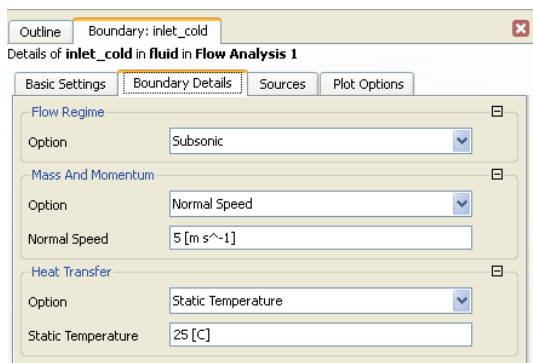

图 24-11 冷水入口端流体参数
2) 在 **Boundary Details** 标签下，设置 **Mass and Momentum** 下的 **Option** 为 **Normal Speed**，**Normal Speed** 的值为 $5[\text{m s}^{-1}]$ ，并设置 **Heat Transfer** 的 **Option** 为 **Static Temperature**，**Static Temperature** 为 $25[\text{C}]$ ，如图 24-11 所示。